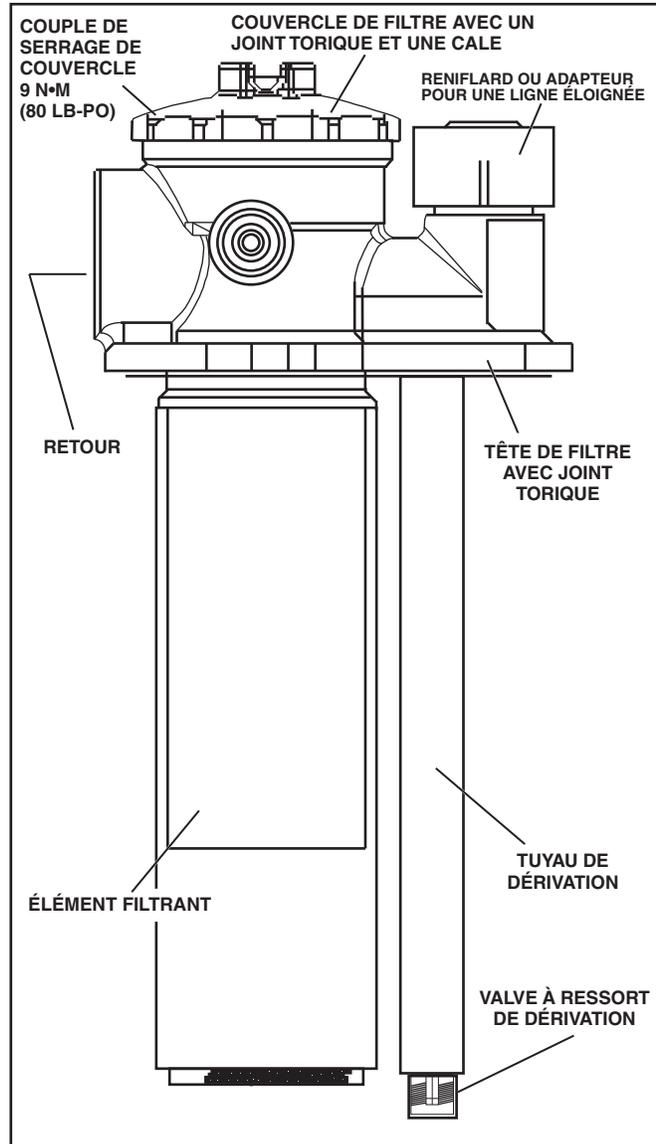

Figure 7 - Filtre hydraulique
Voir Figure 7.
8. Insérer le nouvel élément de filtre dans le réservoir et serrer le couvercle fermement au couple de serrage indiqué en Figure 7. Les languettes d'installation se désengrèneront.